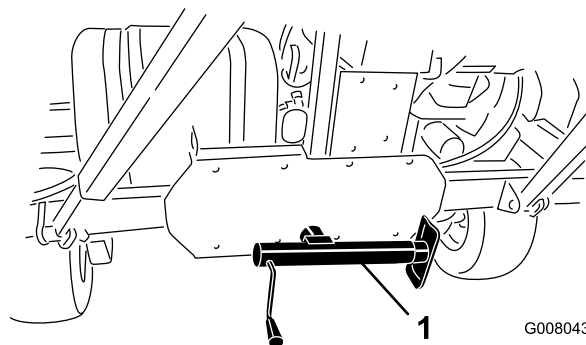

Figura 17
5. Abbassate il cavalletto a terra per stabilizzare la macchina (Figura 17).